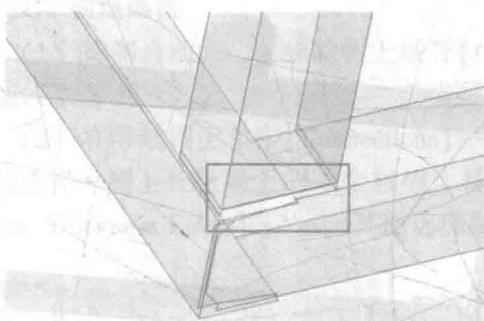
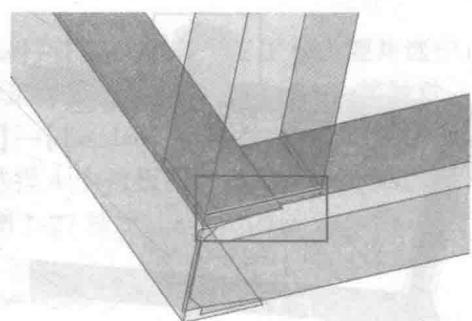
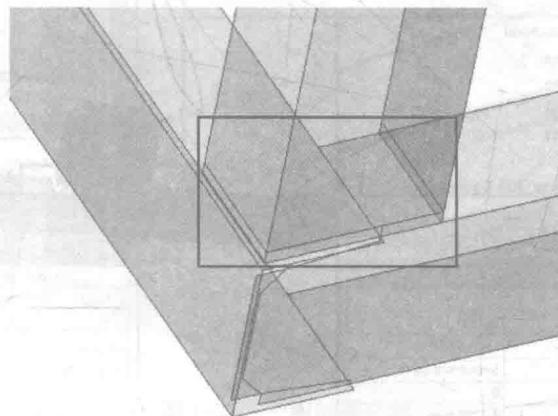

图 1-21 选取焊接边
图 1-22 选取焊接面
图 1-23 焊缝
(3) 补齐未焊接处：首先任选一个角未焊接处，在图形区域单击选择对立杆端没有缝焊的边线，如图 1-21 所示；然后单击图标按住 Ctrl 键选择对应短横杆面和长纵梁面，如图 1-22 所示；单击完成图标完成此处缝焊焊接，如图 1-23 所示。该立杆件的另一端缝焊焊接以及托架结构的其他六个角处的三个立杆两端缝焊焊接与该处的操作方法一致，在此不再叙述，请读者自己完成。完成后图形区域完成图标呈灰色。